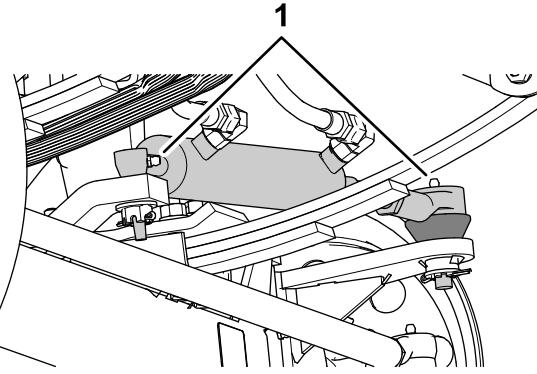
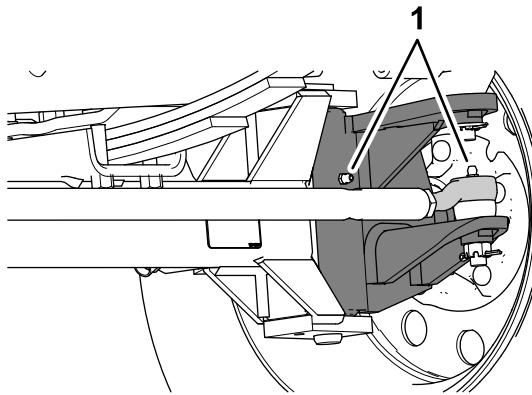

Bild 59
Bild 60
1. Wischen Sie die Schmiernippel mit einem sauberen Lappen ab (Bild 59 und Bild 60).
2. Pressen Sie Fett in die Schmiernippel (Bild 59 und Bild 60).
Hinweis: Die Positionen der Schmiernippel sind in Bild 59 abgebildet.